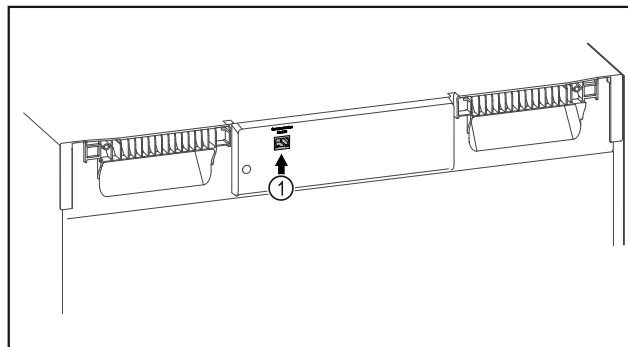

Fig. 88
- Moduli SmartModule Fig. 88 (1) është vendosur.